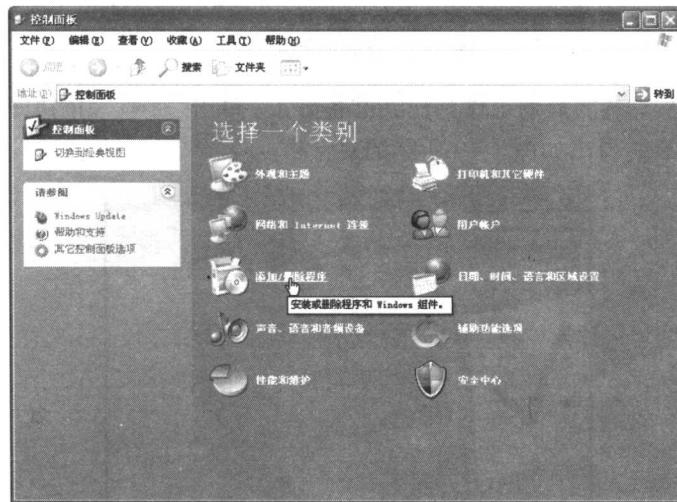

图 1-13 打开控制面板
■ 步骤 1：打开控制面板，在控制面板中单击“添加/删除程序”，如图 1-13 所示。